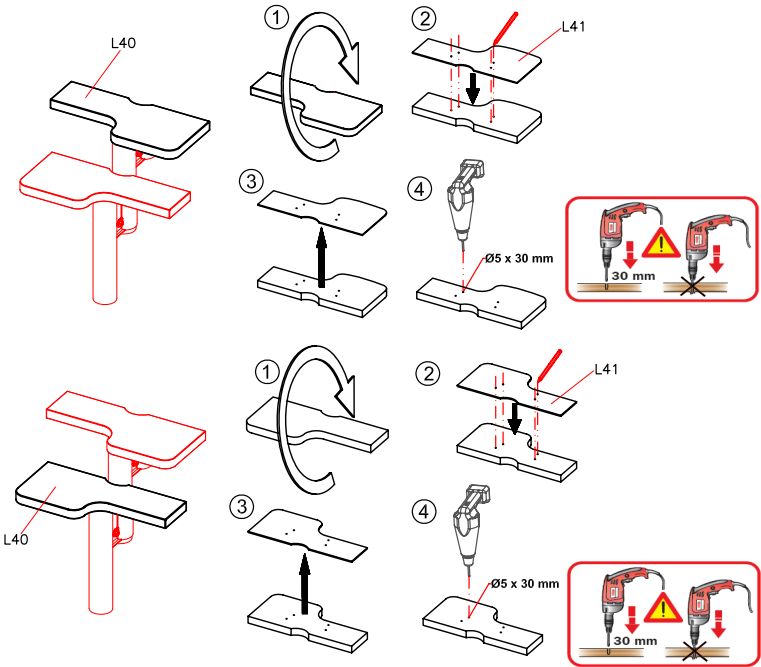

FIG. 6
- a. Bruk en blyant og tegn to loddrette streker 3,5 mm fra hverandre i koblingspunktet i to støtter (for å dreie 5° konfigurasjon B) (fig. 6), eller 13 mm (for å dreie 18° , konfigurasjon C og D) (fig. 7).